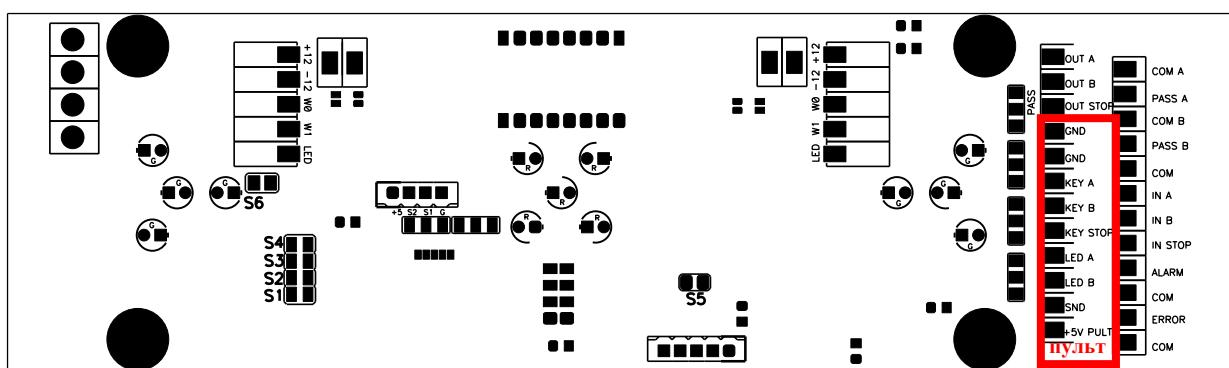

Рисунок 2.1.1 – Плата управления (сторона деталей)
- Пульт подключается только к плате управления турникетом (рисунок 2.1.1), при необходимости подключения к СКУД – использовать выходы платы управления OUT_A, OUT_B, OUT_STOP, предварительно установив в верхнее положение перемычки STOP, IN_A, IN_B.